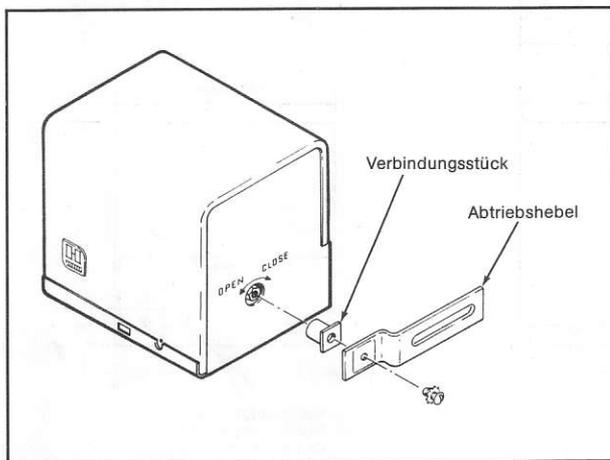

Bild 5 Zusammenstellungszeichnung – Montage der Teile des Zubehörsatzes 7640JL am Stellantrieb.
3. Zubehörsatz 7640JL = Abtriebshebel und Verbindungsstück für Abtriebshebelantrieb (Bild 5 und 7).